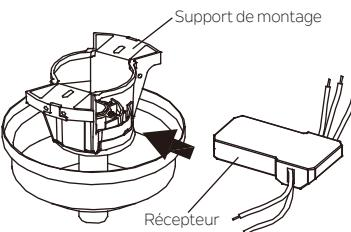

Fig. 15
**Étape 1.** Insérer le récepteur dans le support de montage et le maintenir à plat à l'opposé du plafond. (Fig. 15)